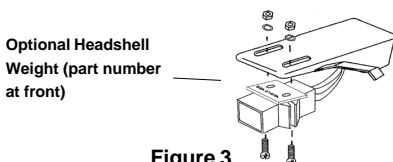

Figure 3
3. Attach the cartridge to the headshell using the screws supplied. See Figure 3. Tighten the screws after positioning the cartridge (and headshell weight, if desired) according to one of the methods described below.
3. Den Tonabnehmer mit den mitgelieferten Schrauben am Tonarmkopf befestigen. **Siehe Abbildung 3.** Die Schrauben nach dem Ausrichten des Tonabnehmers (und ggf. des Tonarmkopfgewichts) anhand einer der unten beschriebenen Methoden festziehen.